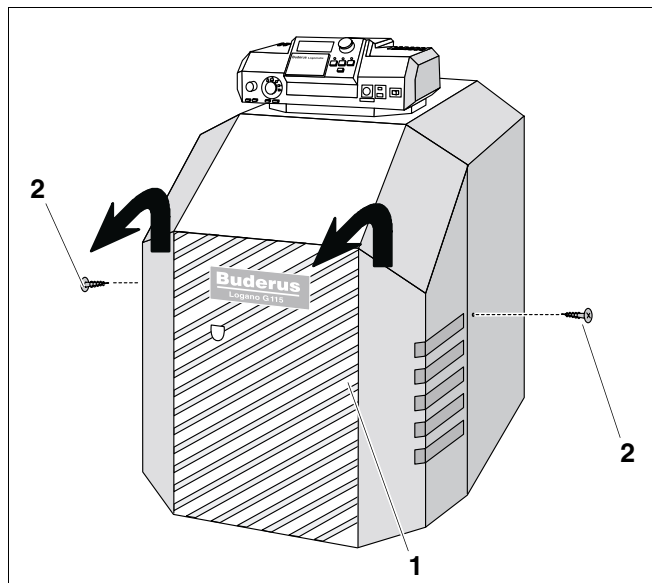

Fig. 42 Tag brænderkappen af.
- Løsn de to låsebolte (fig. 42, **pos. 2**) i brænderkappen (fig. 42, **pos. 1**).
- Tag brænderkappen (fig. 42, **pos. 1**) af.